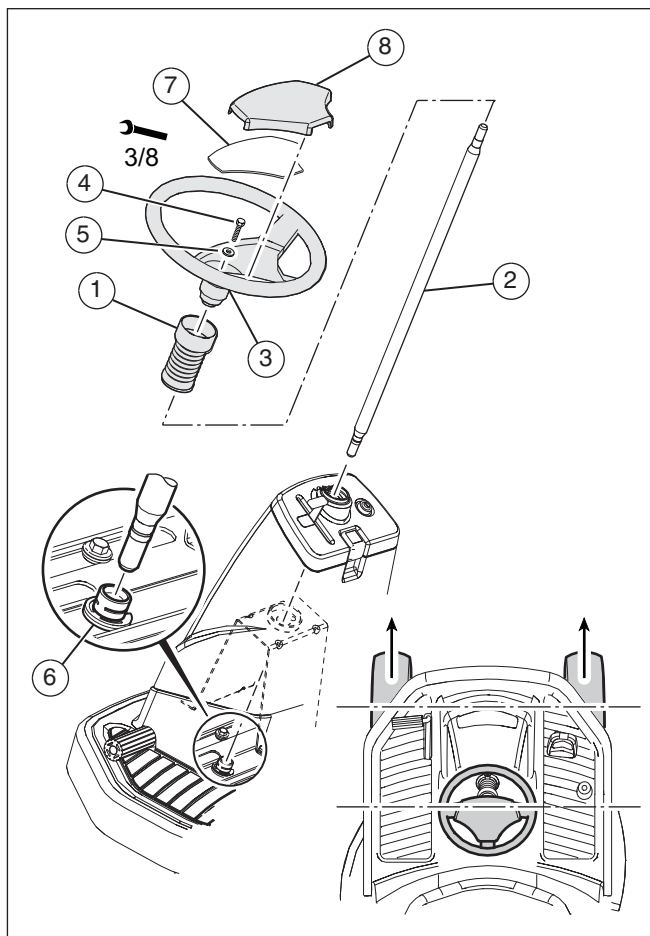

**Figura 2**
2. Alzare il supporto del sedile (1) (vedere **Figura 2**).
3. Allineare i fori del sedile (2) con le fessure del supporto del sedile.
4. Montare il sedile (2) sul suo supporto (1) e leva di regolazione (3) servendosi delle rondelle (4) e dei bulloni (5).
5. Collegare il fascio dei conduttori (6) all'interruttore del sedile (7) situato sotto di esso.